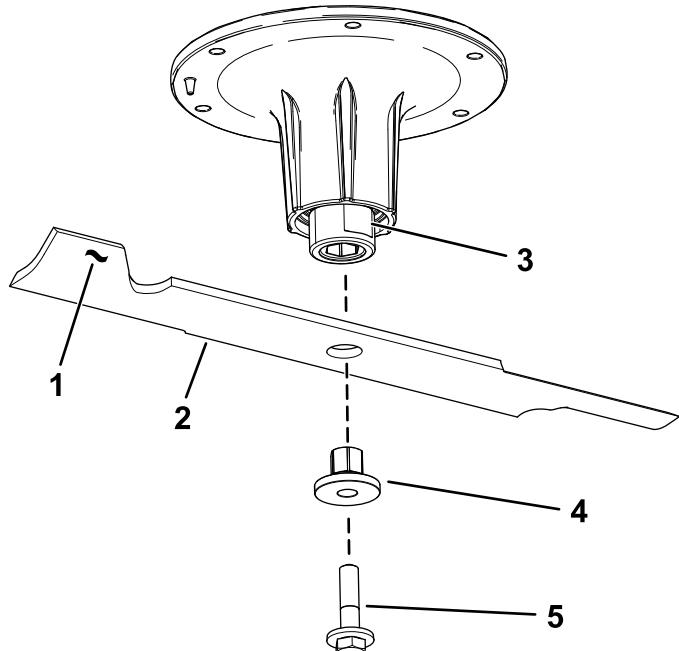

Figura 76
- Retire a cavilha da lâmina, o casquilho, e a lâmina do eixo (Figura 76).